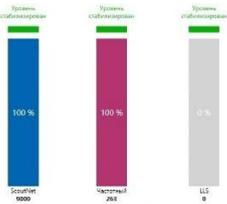
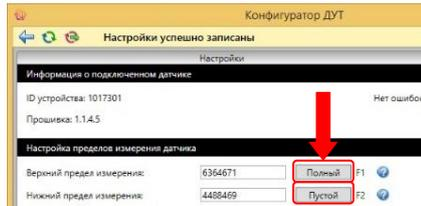

Рисунок 5
Рисунок 6
2. Установить заглушку для калибровки (рисунок 4). Заполнить измерительную часть топливом, выждать 30 секунд до стабилизации показаний (Рисунок 5) и кнопкой «Полный» (рисунок 6) в разделе «Настройка пределов измерения датчика» зафиксировать верхний предел измерений.
3. Слить топливо. Выждать 30 секунд до стабилизации показаний (Рисунок 5). Кнопкой «Пустой» в разделе «Настройка пределов измерения датчика» зафиксировать нижний предел измерений (рисунок 6).